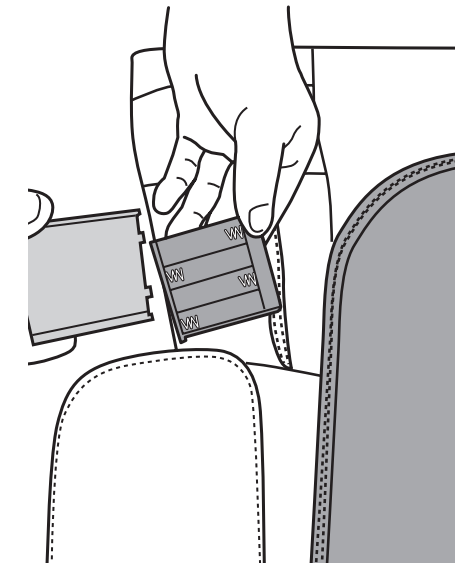

Fig.26
4. Si el tornillo no está visible, deslice el compartimiento de baterías (sin tocar el cableado) para exponer el tornillo; luego, use el destornillador suministrado para retirar el tornillo (Fig.26).